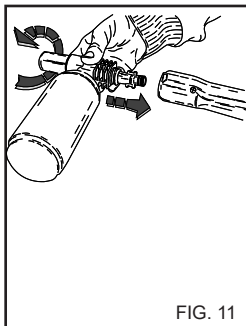

FIG. 11
- Når rengjøringsmaskinen ikke er i bruk må sikkerhetsanordningen på håndtaket lukkes (fig 11).
2) Fjern forlengelsesledet fra håndtaket og før inn vaskemiddel-fordeleren (fig.11), start varmvannsspyleren og strøyt ut over overflaten nedenfra og oppover.